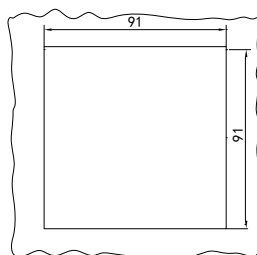

Figura 1: Corte de panel.
1.- Realizar un corte en el panel, según las dimensiones de la **Figura 1**.